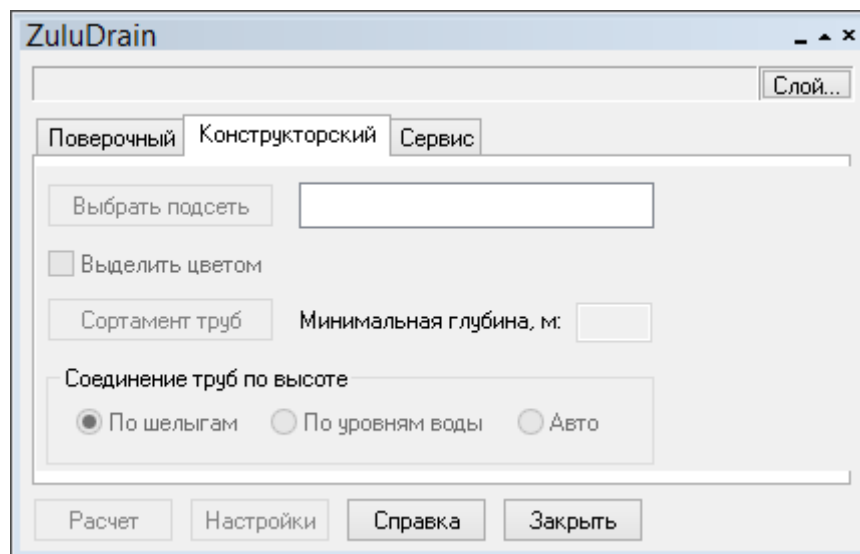

Рисунок 72. Вкладка конструкторского расчета
3. Перейдите на вкладку *Конструкторский*, (Рисунок 72, «Вкладка конструкторского расчета»).